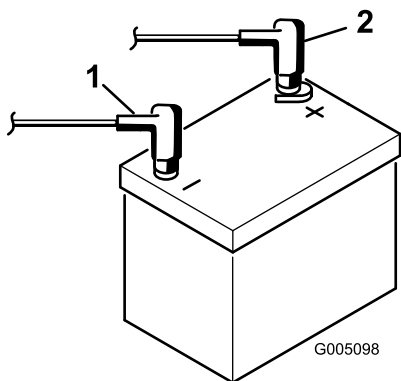

Figura 6
2. Dal solenoide del motorino di avviamento, collegate il cavo positivo (rosso) della batteria al polo positivo (+) della batteria (Figura 6). Fissatelo saldamente con una chiave e spalmate della vaselina sul morsetto. Assicuratevi che il cavo superi il sedile nella posizione più arretrata che potrebbe danneggiare il cavo.